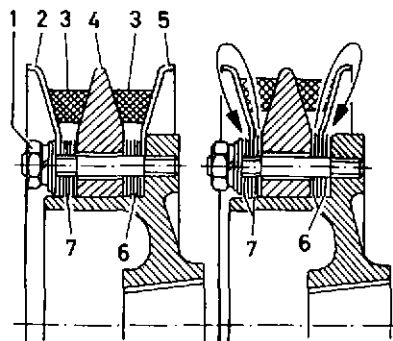

Fig. 37
1. Unscrew hex. nuts 1 (Fig. 37).